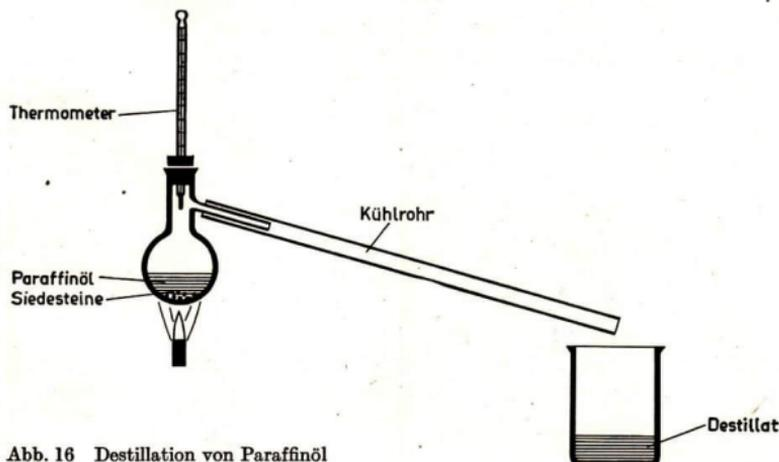

Abb. 16 Destillation von Paraffinöl
Man erhitzt eine abgewogene Menge Paraffinöl im Rundkolben (Abb. 16). Die innerhalb bestimmter Siedebereiche überdestillierenden Fraktionen werden in gewogenen Bechergläsern aufgefangen. Bei 180 und 250 °C werden die Bechergläser gewechselt und anschließend gewogen. Der Destillationsrückstand wird errechnet. ②